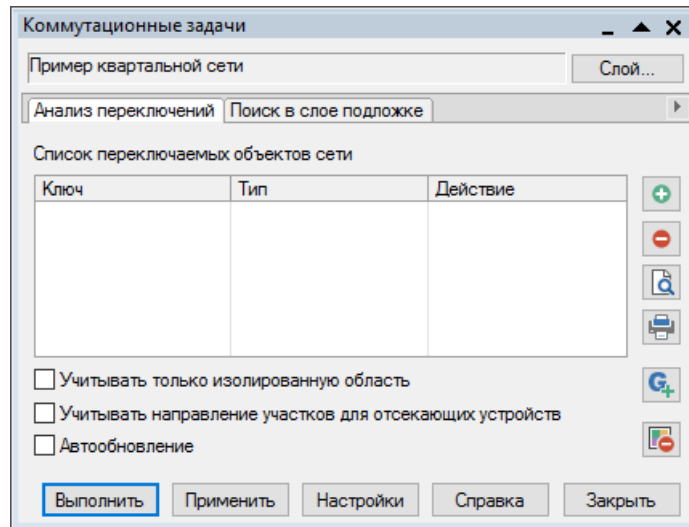

Рисунок 16.2. Диалог «Коммутационные задачи»
1. Выполните команду главного меню Задачи|Коммутационные задачи или нажмите кнопку  на панели инструментов. Появится диалоговое окно Коммутационные задачи, (Рисунок 16.2, «Диалог «Коммутационные задачи»»).